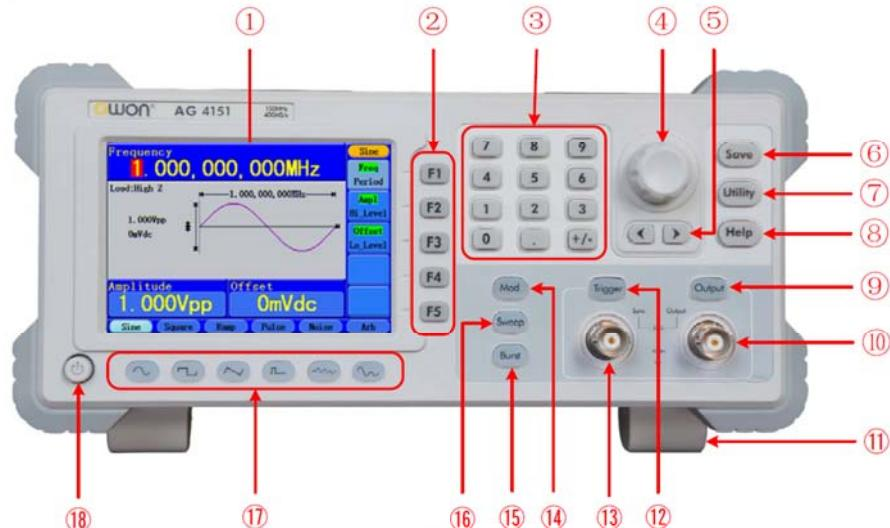

Рисунок 4-1. Передняя панель
Для наклона передней панели прибора установите откидные ножки прибора в положение, показанное на рис. 4-1 поз. ⑪.